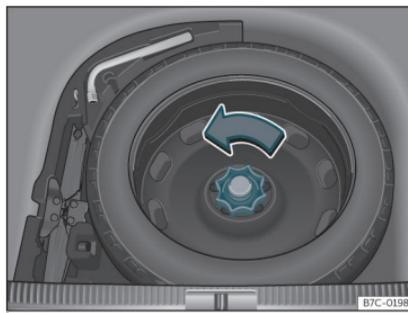

Fig. 213 Nel bagagliaio: piano di carico sollevato.
- Girare la manopola in senso antiorario » fig. 213.